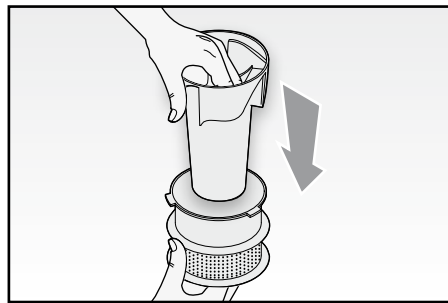

Fig. 9
- separare il filtro nei suoi due componenti, sfilandoli (Fig. 9).